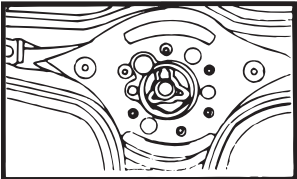

FIGURE 3 • FIGURA 3
- 3) Déposez l'écrou de maintien du volant (reportez-vous à la figure 3).